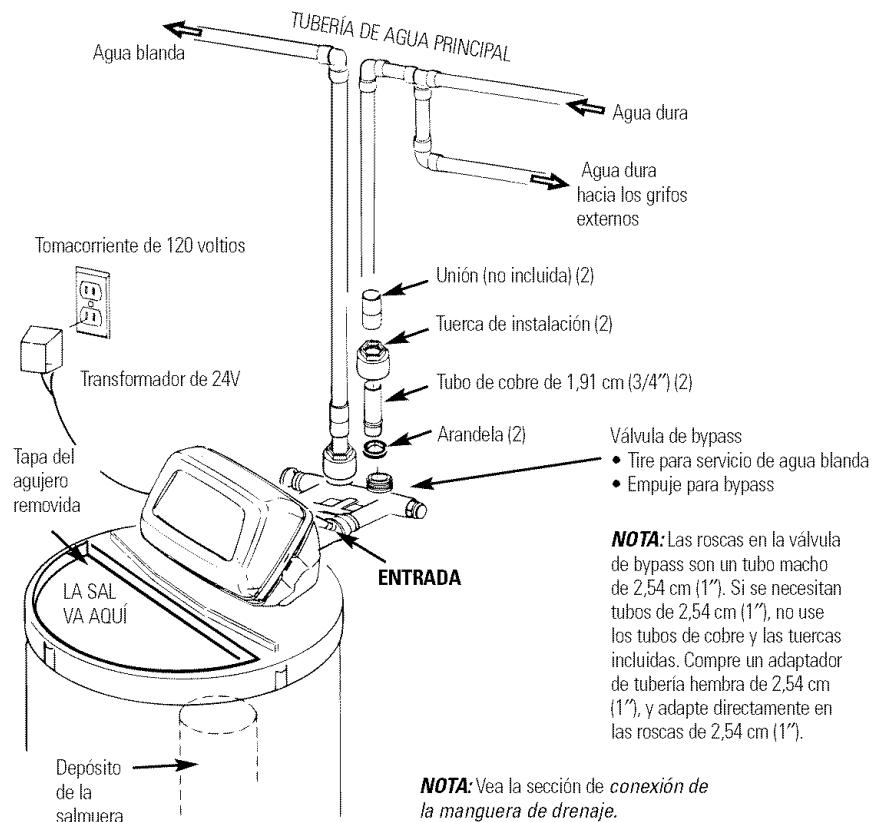

Fig. 1
Consulte la *Ilustración de instalación típica*, Fig. 1. Úsela como una guía para planificar su instalación particular. **Cerciórese de dirigir el suministro de agua dura entrante al acoplamiento de admisión de la válvula del descalcificador.** La válvula está marcada **IN (ENTRADA)** y **OUT (SALIDA)**. Vea la ilustración en la página 58 para ayudarle a prepararse:
PRECAUCIÓN: Siga todas las precauciones siguientes mientras conecta la plomería de entrada y salida. Vea las Figs. 1 y 2.
- A** • **CERCIORESE DE QUE EL SUMINISTRO DE AGUA DURA DE ENTRADA ESTÁ DIRECTAMENTE CONECTADO A LA BOQUILLA DE ENTRADA DEL DESCALCIFICADOR.** Si el flujo del agua de la casa viene desde la izquierda, use una vía de enlace de plomería como se muestra en la Fig. 1.